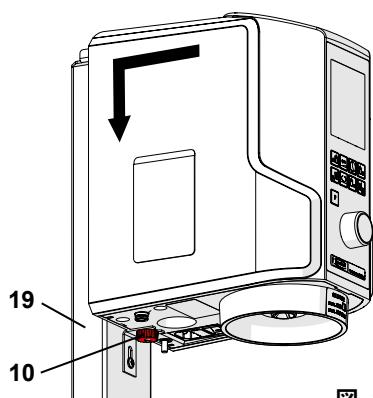

図. 3
- ⇒本装置をルレットナットで確実に支えて下さい (10, 図. 3)。